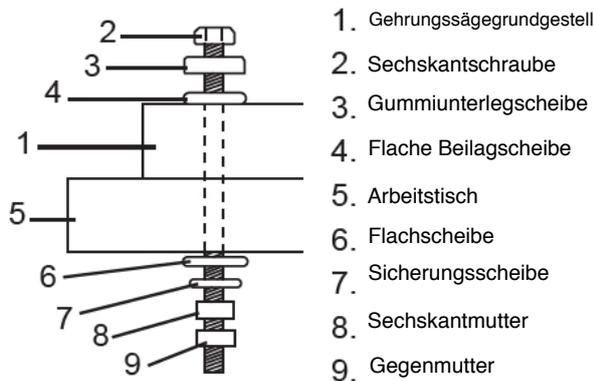

Abb. 15: Befestigung der Säge
### Befestigungsanleitung (Abb. 15, 16)
Schritt 2: Die Unterseite der Säge (KGZ 2540) hat acht Befestigungslöcher, vier Löcher (Ø 6,4 mm) und vier Löcher (Ø 9,5 mm). Die Unterseite der Säge (KGZ 3050) hat acht Befestigungslöcher, vier Löcher (Ø 6,8 mm) und vier Löcher (Ø 9,0 mm). Wählen Sie die richtigen Befestigungslöcher basierend auf der Größe der verwendeten Schrauben, um das Basisgestell der Gehrungssäge (1) wie mit der, in Abb. 15 gezeigten Befestigungsmethode, an die Werkbank (5) anzuschrauben.